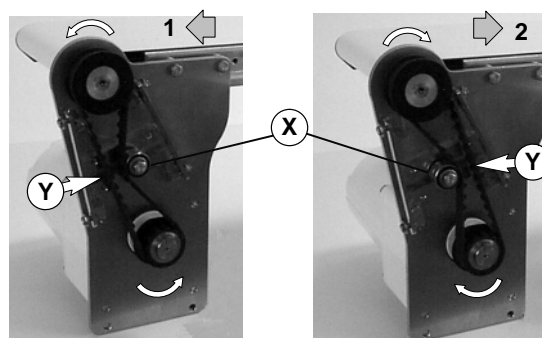

Abbildung 16
5. Je nach Laufrichtung des Fördergurtes (Richtung 1 oder 2) den Zahnriemenspanner wie gezeigt positionieren (X siehe Abbildung 16). Den Zahnriemen spannen, bis eine Durchbiegung von 3 mm bei 0,5 kg Kraftaufwand auf dem Mittelpunkt des Zahnriemens erreicht wird (Y). Die Spannschraube mit 10,4 Nm festziehen.